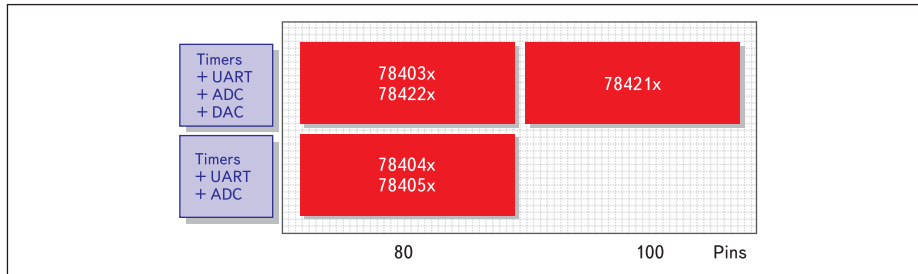

Рис. 4
**Микроконтроллеры 78K4.** Старшая часть этой серии имеет 16-разрядную шину и до одного мегабайта памяти программ (рис. 4). Но, здесь нужно подчеркнуть: NEC считает, что применять 16-разрядные микроконтроллеры нецелесообразно. Поэтому именно 32-разрядные микроконтроллеры V850 — основное направление для задач, связанных с обработкой большого объема данных.